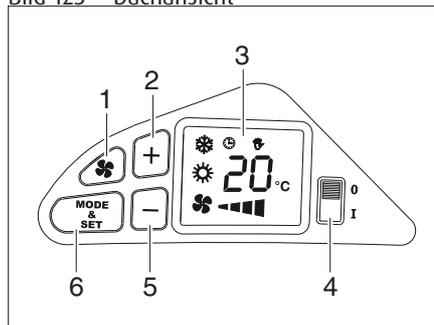

Bild 127 Bedienelement
- Am Schalter (Bild 127,4) die Klimaanlage einschalten. Beim Einschalten wartet das System immer 2 Minuten, bevor es den Kompressor einschaltet und in den automatischen Betrieb geht.
- Die gewünschte Betriebsart mit der Taste (Bild 127,6) auswählen. Die Symbole im Display (Bild 127,3) zeigen die gewählte Betriebsart an:
- Durch gleichzeitiges Drücken der Taste (Bild 127,1) und eine der Tasten (Bild 127,2) oder (Bild 127,5) wird die Lüftungsgeschwindigkeit im manuellen Betrieb eingestellt.
- Durch Drücken der Tasten (Bild 127,2) oder (Bild 127,5) wird die Temperatur eingestellt
- Am Schalter (Bild 127,4) die Klimaanlage ausschalten.